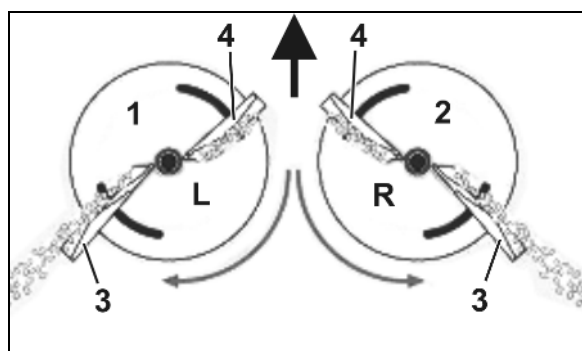

Рис. 18
- левый распределяющий диск (Рис. 18/1) с маркировкой **L**.
- правый распределяющий диск (Рис. 18/2) с маркировкой **R**.
- Длинная (Рис. 18/3) - шкала настройки со значениями от 35 до 55.
- Короткая (Рис. 18/4) – шкала настройки со значениями от 5 до 28. (Рис. 18/4).